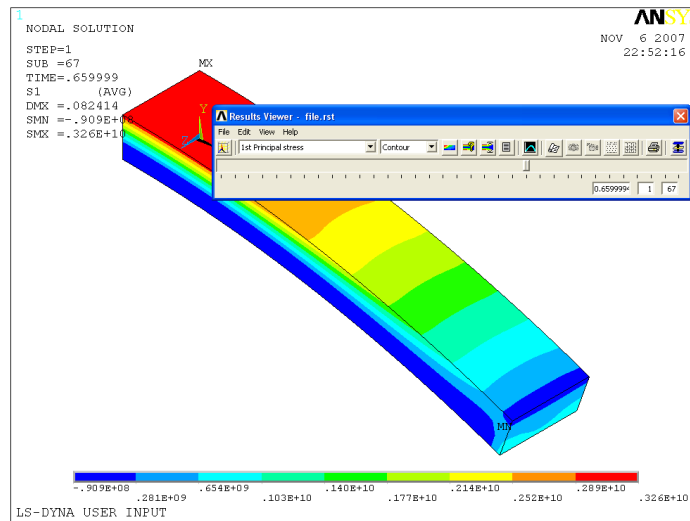

Рисунок 109. Распределение первого главного напряжения
- С помощью полосы прокрутки установить для какого времени (для данного примера в интервале от *0* до *1* с.) необходимо просмотреть результаты (Рисунок 109).